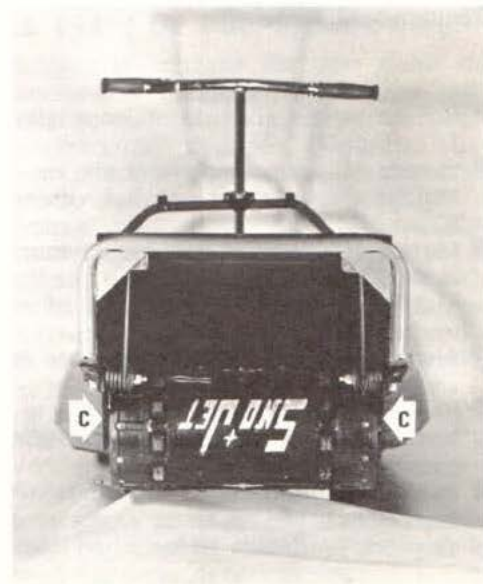

Fig. 9
- Faites tourner la chenille au ralenti et vérifiez si elle est bien centrée. La distance entre la chenille et les plaques d'ajustement (fig. 9-C) devrait être la même des deux côtés, soit 1/8" approximativement.